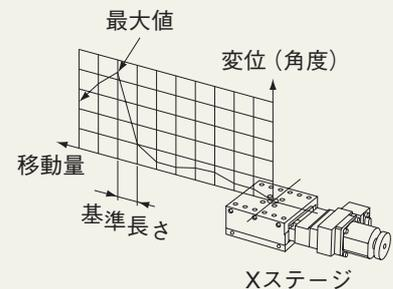

図9
⑦ピッチング【図9】[JIS B 6191-1993 準拠]